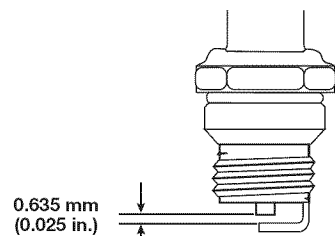

Fig. 32
4. Cambie las bujías que estén rajadas, sucias o deterioradas. Fije la separación de aire a **0,635 mm (0,025 pulgadas)** utilizando un calibrador (Fig. 32).